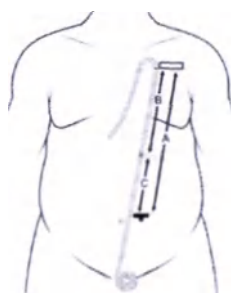

Рисунок 13
2. Запишите это расстояние, "А", в сантиметрах, между местами первичного и вторичного разрезов. Это расстояние, А, представляет собой общую длину, необходимую при совмещении верхнего и нижнего катетеров. См. рисунок 13.
4. При помощи прилагаемой мерной рулетки измерьте расстояние между местом вторичного разреза, прямоугольной формы: , и выбранным местом соединения. Запишите это расстояние в сантиметрах, как "В". Это будет длина, необходимая для трубки верхнего катетера от маркировочного кольца до титанового коннектора. См. рисунок 13.